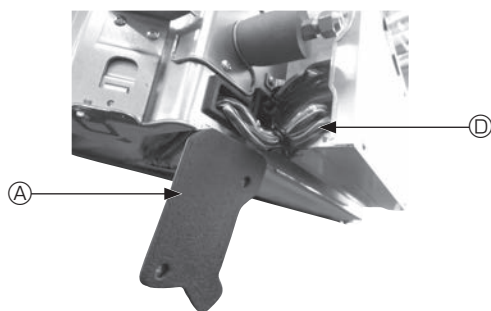

Fig. 5-4
- ① Retirez les deux vis de fixation du couvercle des fils de l'appareil principal, puis ouvrez le couvercle.
- ② Faites passer les fils du capteur i-See et du récepteur de signal dans les entrées de fils du boîtier des composants électriques, comme montré sur le schéma, et autour des traversées isolées sur le côté de l'appareil principal. (Fig. 5-4)